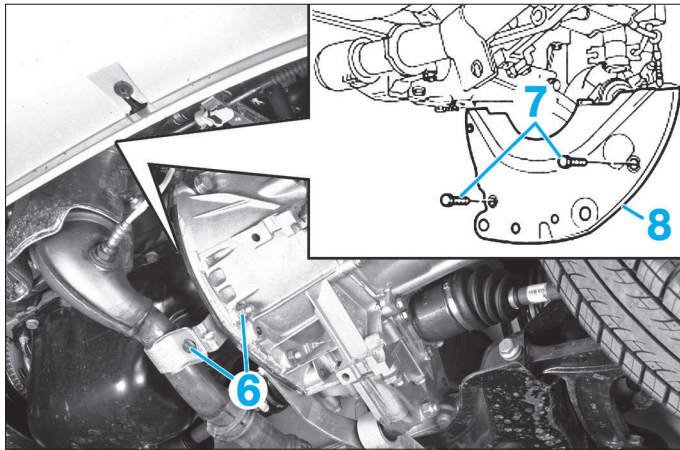

FIG. 5
- Déposer les vis (6) (Fig.5), puis déposer les vis (7) du cache volant moteur (8).